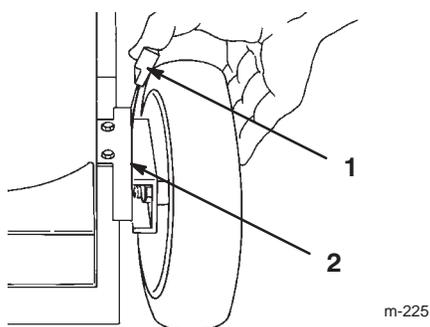

Figure 12
3. Serrez le levier de hauteur de coupe contre la roue (Fig. 12) et amenez-le à la position voulue.